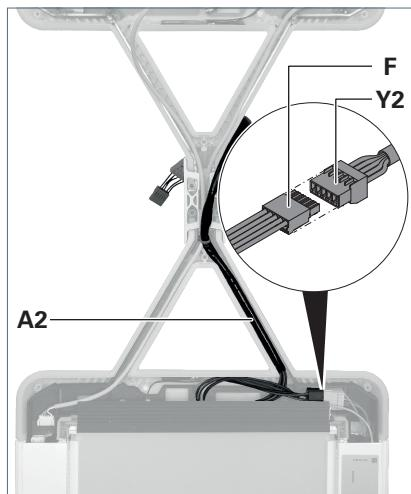

Fig. 13: Collegare la linea di alimentazione.
- ▶ Posare la linea di alimentazione **A2** del set di trefoli nel braccio di supporto della testa dell'apparecchio 2, vedere Fig. 13.